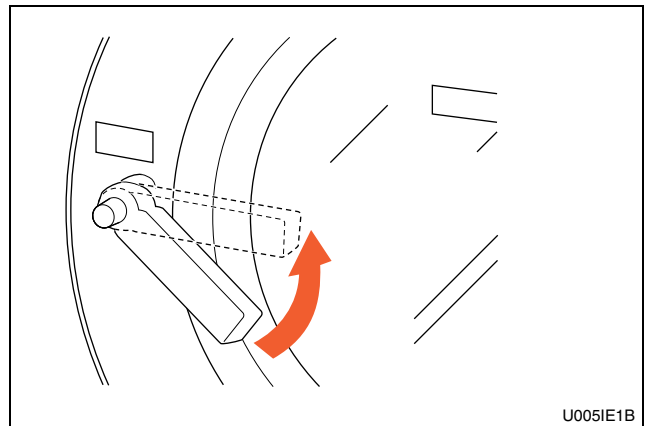

Figura 27
4. Cierre la puerta y gire la palanca hacia la izquierda hasta que salte el botón. Consulte la *Figura 27*.